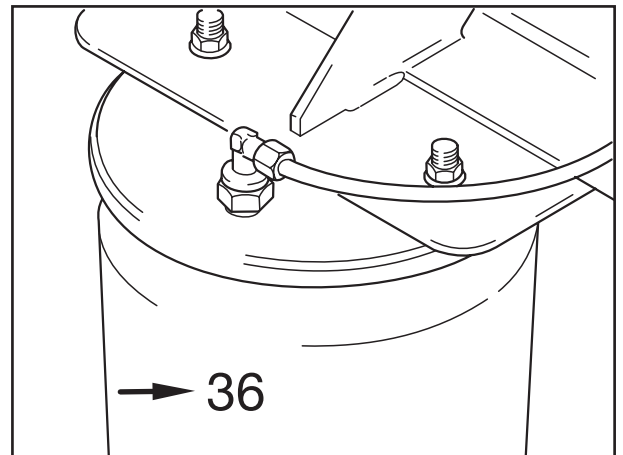
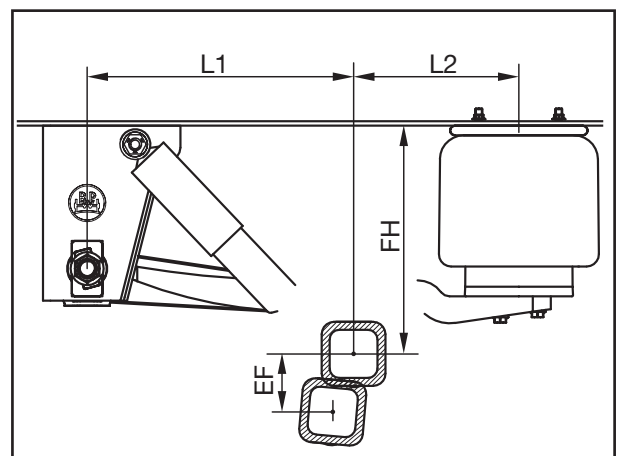

Fig. 2
Fig. 3
☞ Durch diese Einstellung ist die Mindestfahrhöhe (Fig. 3) bei Aggregaten mit Luftfederbälgen BPW 30 bzw. BPW 36 (Fig. 2/Pfeil) erreicht.
- ☞ The minimum ride height (Fig. 3) for suspensions with air bags BPW 30 or BPW 36 (Fig. 2/arrow) is reached as a result of this setting.
- ☞ Ce réglage permet d'obtenir la hauteur min. de fonctionnement (fig. 3) sur les trains d'essieux des séries équipés des coussins d'air BPW 30 ou BPW 36 (fig. 2/flèche).